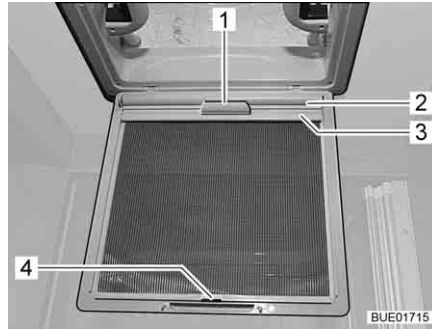

Bild 122 Mörklägningsrullgardin
- Drag ut mörklägningsrullgardinen (Bild 122,2) med handtaget (Bild 122,1) och haka i fästlisten (Bild 122,3) i kroken (Bild 122,4) på insektsskyddet.
- Lossa fästlisten (Bild 122,3) från kroken (Bild 122,4) och dra långsamt tillbaka mörklägningsrullgardinen (Bild 122,2) med handtaget (Bild 122,1).